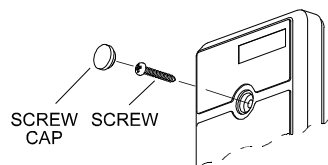

Figure 4. Front cover Assembly
- 对照指示灯孔位置盖好上盖, 拧好螺丝并盖上塑料帽。(见图 4).